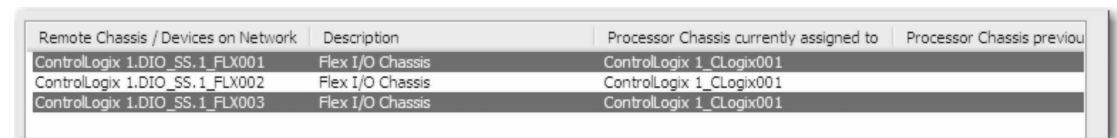

图 26-178 设备列表图
4. 假设要使这两个 FLEX I/O 机架与 Copy of ControlLogix 子系统内的 ControlLogix 处理器相关联。在设备列表中，单击 ControlLogix 1.DIO_SS.1_FLX001，然后按住 Ctrl 键并单击 ControlLogix 1.DIO_SS.1_FLX003。现在，两台设备已被选定，如图 26-178 所示。